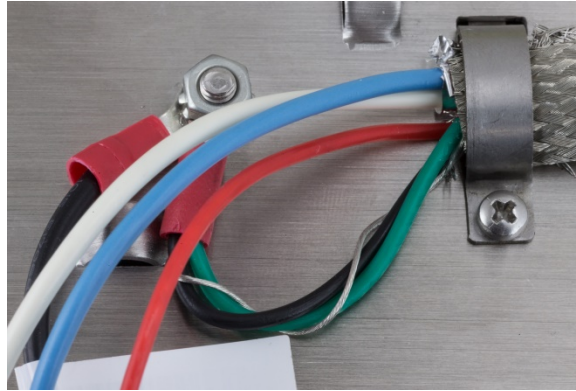

Figura 2-64: Cablaggio di terra
8. Instradare il cavo di terra intrecciato piatto con il cavo POWERCELL nel morsetto destro del cavo e fissarlo con un secondo morsetto e la vite, come illustrato in Figura 2-64.
10. Sul coperchio esterno dell'armadietto per montaggio a pannello, collegare il filo nero corto (in dotazione) con i fili nero e verde arrotolati dal cavo POWERCELL alla vite di terra esterna con un dado esagonale, come mostrato in Figura 2-64.